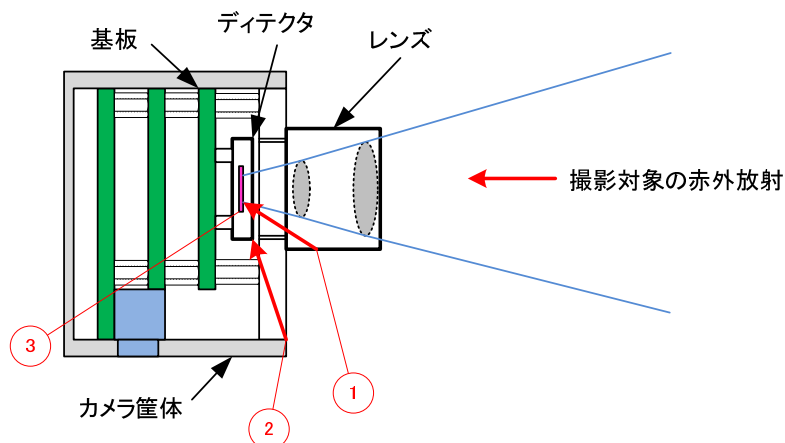

Fig.2 遠赤外線カメラの外乱要因
ディテクタから出力される画像信号には、Fig.2に示すような本来の撮影対象以外に、①レンズ温度、②カメラ筐体温度、③ディテクタ温度により生じる赤外線が含まれています。さらにこれらの外乱成分は、環境温度変化の影響を受けて変動します。このため遠赤外線カメラでは、カメラ温度を基準にディテクタの出力を補正する処理が必要となります。これに使用する補正テーブルをカメラ製造時に取得する工程を、「キャリブレーション」といいます。このキャリブレーションは、黒体炉や恒温槽の温度を変化させながら補正テーブルを作成するために時間を要する工程となっており、製造コストアップの要因になっています。